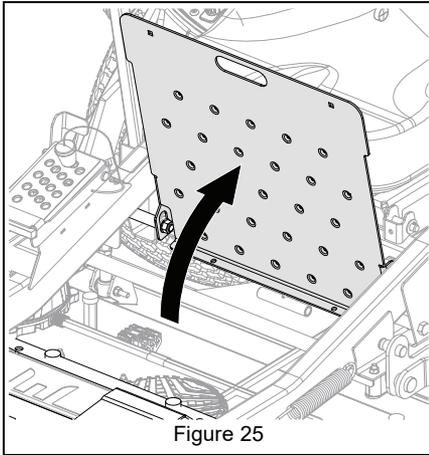

Figure 25
2. Faire pivoter le repose-pieds vers l'arrière jusqu'à ce qu'il se verrouille. Voir Figure 25.